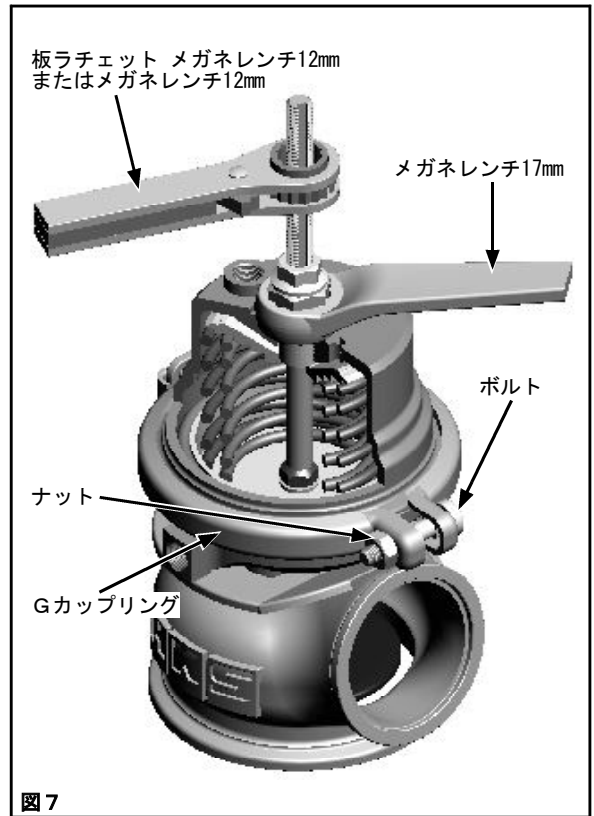
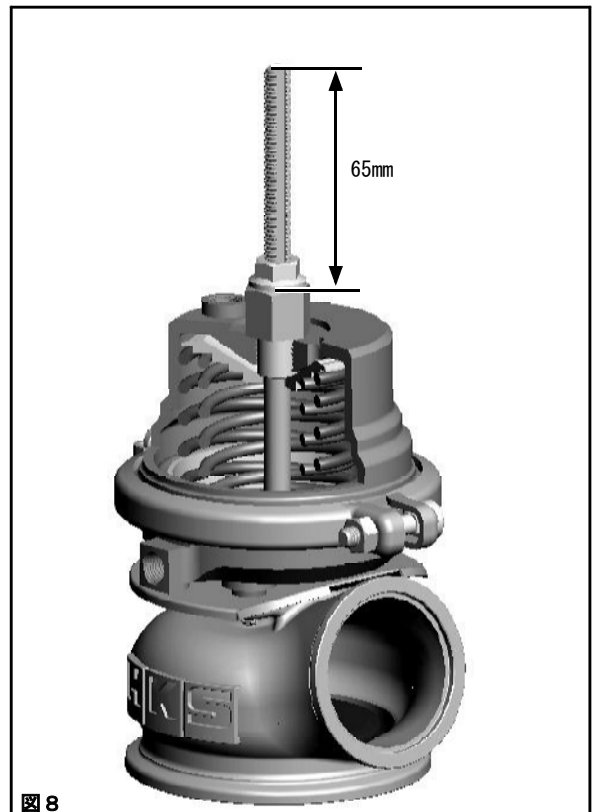

図7
図8
- (9) スライダー SST. にメガネレンチ17mmを、フランジナットM8に板ラチェット メガネレンチ12mmまたはメガネレンチ12mmを使用して、フランジナットM8を図8に示す長さになるまで締込んでください。(図7、図8)
- (10) Gカップリングのボルト、ナットを緩め、Gカップリングを取外してください。(図7)
フランジナットM8を図8の長さになるまで締込んで
ください。(図8、図9)